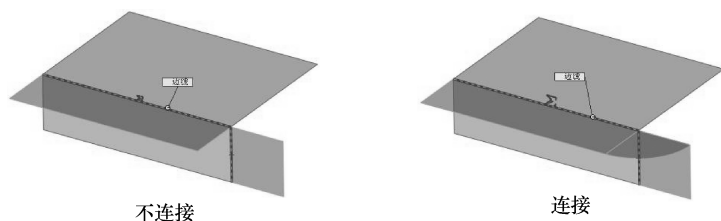

图 4-37 连接曲面
- 连接曲面:勾选此复选框,具有一定夹角且延伸方向不一致的直纹曲面将以圆弧过渡进行连接。图4-37为不连接和连接的情况。